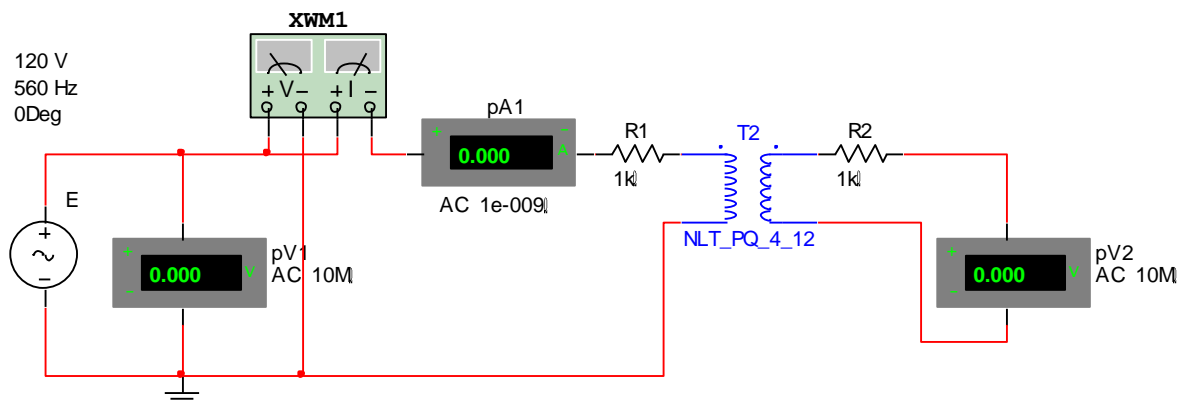

Рис. 4.4
1. Откройте файл 9.1 и включите цепь по схеме рис. 4.4. Исследуйте режим холостого хода при прямом питании. Показания приборов занесите в табл. 4.1.